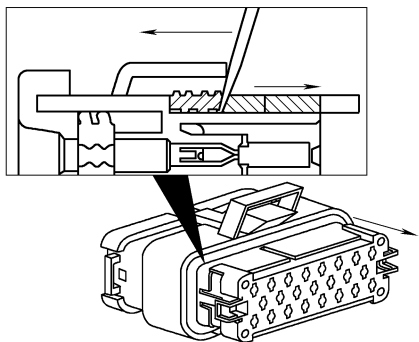

图 6-37 用螺钉旋具撬开锁片使其开启
- ② 如果锁片闭合,可以用螺钉旋具插入接合密封件与一个红色锁片之间,压下锁片使其锁片撬开到开启位置,如图 6-37 所示。